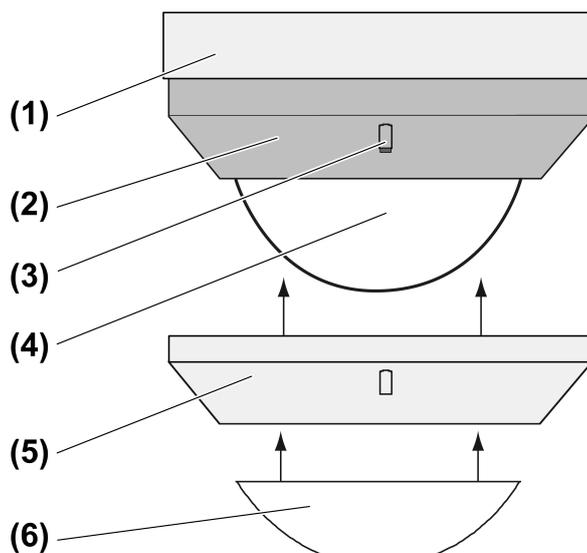

Figure 1
Une LED rouge et une LED bleue (voir figure 1) permettant de signaler les différents états de fonctionnement se trouvent derrière la fenêtre du capteur (4).